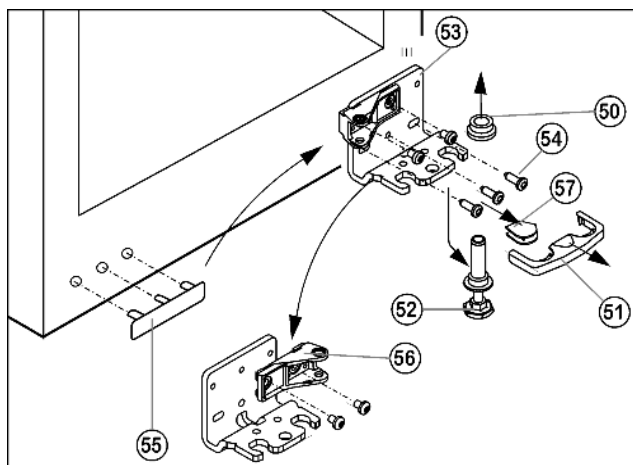

Fig. 14
- ▶ Предохранитель Fig. 14 (51) снимите движением вперед.
- ▶ Снимите крышку Fig. 14 (57).\*
- ▶ Полностью вверните регулируемую опору Fig. 14 (52).
- ▶ Вытяните опорный палец Fig. 14 (52) вниз и вперед. При этом следите за гнездом шарнира Fig. 14 (50).
- ▶ Открутите опорный кронштейн Fig. 14 (53) (3 шт. Torx 25) Fig. 14 (54).
- ▶ Осторожно приподнимите и переставьте крышку со стороны ручки Fig. 14 (55).
- ▶ Снова прикрутите опорный кронштейн Fig. 14 (53) на новой стороне шарнира при необходимости с помощью аккумуляторного шуруповерта.
- ▶ Открутите опорный кронштейн Fig. 14 (56) и снова прикрутите внутри с поворотом на 180°.
- ▶ Установите крышку Fig. 14 (57) на противоположной стороне.\*
- ▶ Предохранитель (51) нужно зафиксировать сбоку на кронштейне, чтобы опорный палец и двери были защищены от выпадения.
- ▶ Снова защелкните предохранитель (51) на опорном кронштейне.
- ▶ Наденьте гнездо шарнира Fig. 14 (50).
- ▶ Установите дверь сверху на опорный палец *Fig. 14 (52)*.